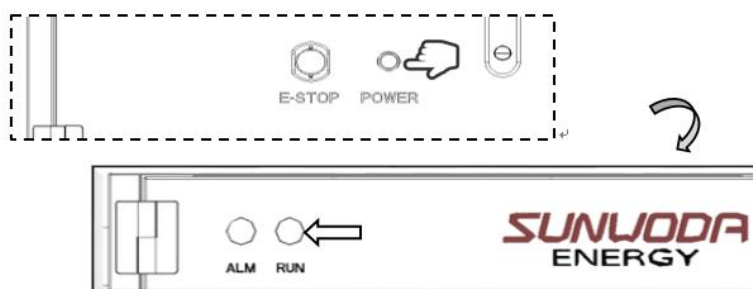

Figura 4.2.2
Paso 2: Presione el botón de ENCENDIDO de la puerta frontal durante 3 segundos, la luz indicadora verde parpadea de manera constante durante 1 segundo una vez para encender la batería (Figura 4.2.2).